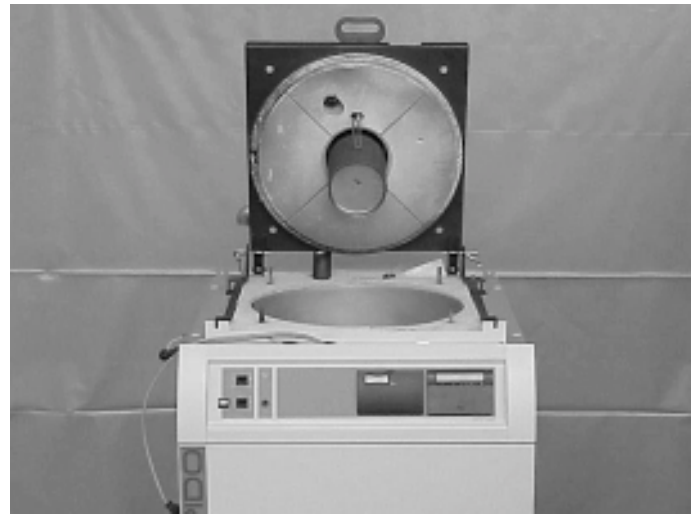

Abb. 16-2: Öffnen
- die Brennertüre bis zum Anschlag ausschwenken (Abb.16.2).